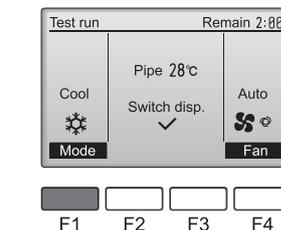

Fig. 7-3
- ① 按下 [F1] 按钮可更改操作模式。（Fig. 7-3）